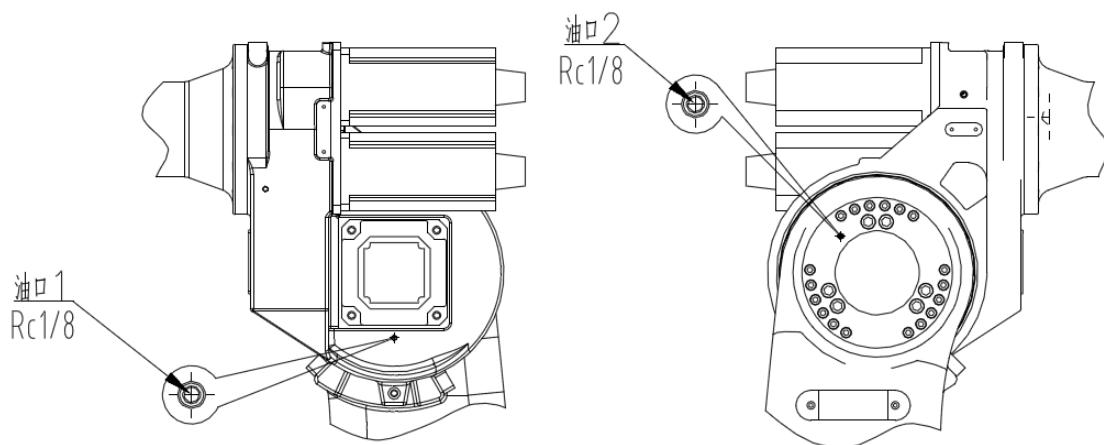

图 17 J3 轴油口位置
(1) 油脂补充步骤（参考图 17）
- ① 运转 J2、J3 轴，使机器人大臂处垂直于地面，小臂水平的姿势，如图 17 所示；
- ② 取下油口 1、油口 2 的油塞；
- ④ 安装油口 2 的油塞前，运动 J3 轴几分钟，使多余的油脂从排油口排出；
- ⑤ 用布擦净排出的油脂，取下油嘴，安装油口 1、油口 2 的油塞。油塞的螺纹处应缠生胶带并用扳手拧紧。
(2) 油脂更换步骤（参考图 17）
- ① 运转 J2、J3 轴，使机器人大臂处于与地面垂直，小臂水平的姿势，如图 17 所示；